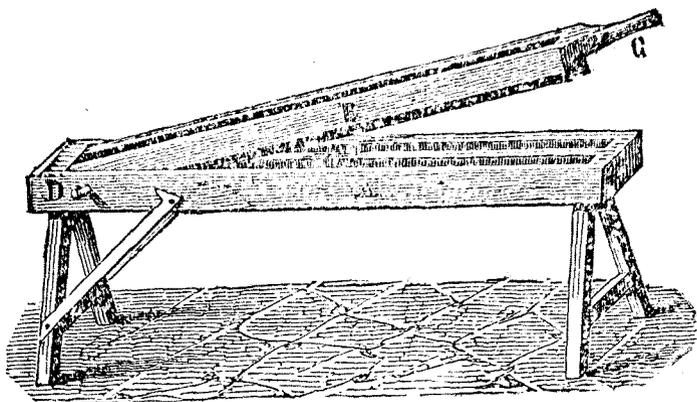

Fig. 183. — Broie.
**Teillage.** — Les tiges rouies et séchées sont broyées au moyen du *broie* ou *macque* (fig. 183). C'est un outil formé d'une pièce de bois B, articulée par l'une de ses extrémités D autour d'un point fixe, sur une table A, et portant en-dessous des cannelures longitudinales qui engrènent avec des cannelures identiques ménagées dans la table. On manœuvre l'appareil par la manette C, comme un couteau de boulanger. Les tiges sont engagées en travers de ces cannelures, et, en abaissant le broie, on les brise; mais les fibres libériennes, souples, ne sont pas déchirées.